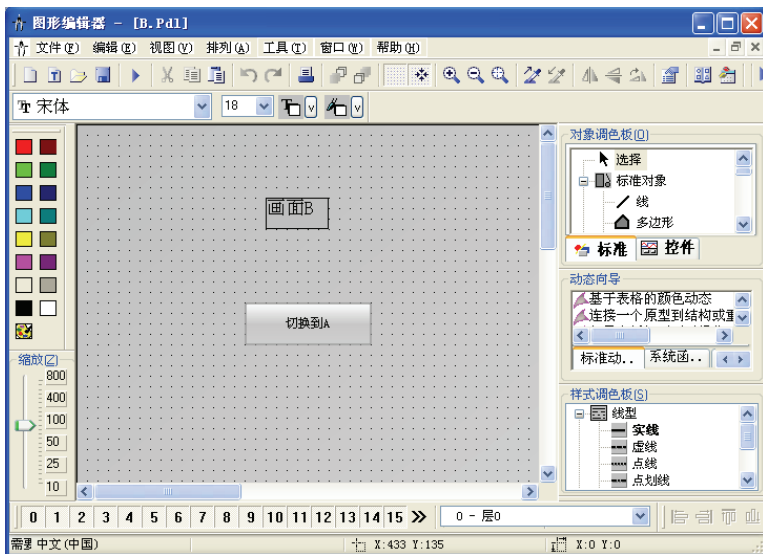
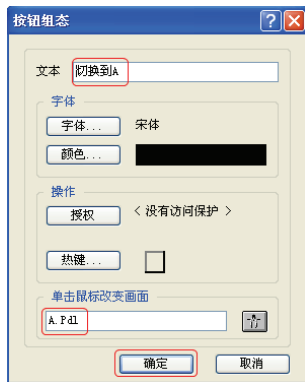

图 5-18 画面 B
图 5-19 “按钮组态”对话框（2）
3) 在管理器界面中，双击 B.Pdl，打开画面 B，如图 5-18 所示，拖入按钮，并选中此按钮，单击鼠标右键，单击快捷菜单中的“组态对话框”选项，弹出“按钮组态”对话框，如图 5-19 所示，在“文本”中输入“切换到 A”，在“单击鼠标改变画面”中输入“A.Pdl”，最后单击“确定”按钮。